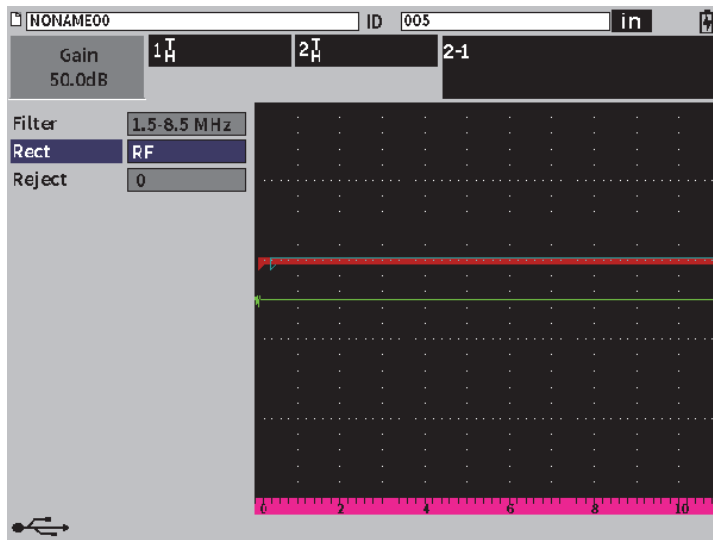

Figura 11-42 Cuadro de diálogo Receptor
2. En el cuadro de diálogo del receptor (**RX**), ajuste la opción **Rect** a **RF** (vea la Figura 11-42 en la página 233).
3. Pulse dos veces la tecla ESC para omitir el menú de configuración y visualizar la medida eco a eco en el A-scan (vea la Figura 11-42 en la página 233).